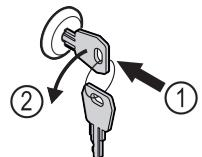

Fig. 95
- Zatlačte kľúč Fig. 95 (1).
- Otočte kľúč o 90° v protismere hodinových ručičiek Fig. 95 (2).